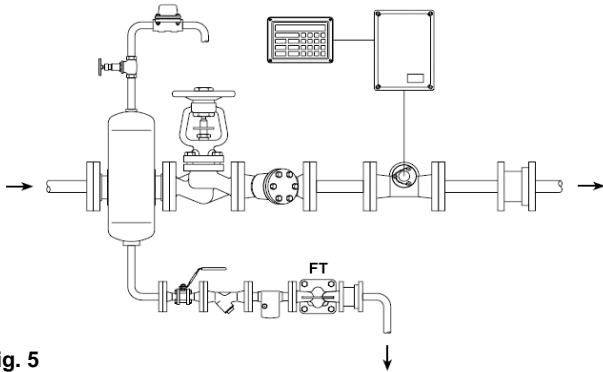

Fig. 5
- Le purgeur doit être installé en charge par rapport au point de purge. Généralement, il est conseillé de le positionner 150 mm en dessous du point de purge tel que représenté à la fig. 5. Dans le cas d'une purge de ligne, il devra être précédé d'un pot de purge. Toutefois, si l'installation d'un pot de purge n'est pas réalisable, il est possible (en cas de faible débit), d'évacuer le condensat par un purgeur positionné latéralement dans le prolongement d'une canalisation descendante.